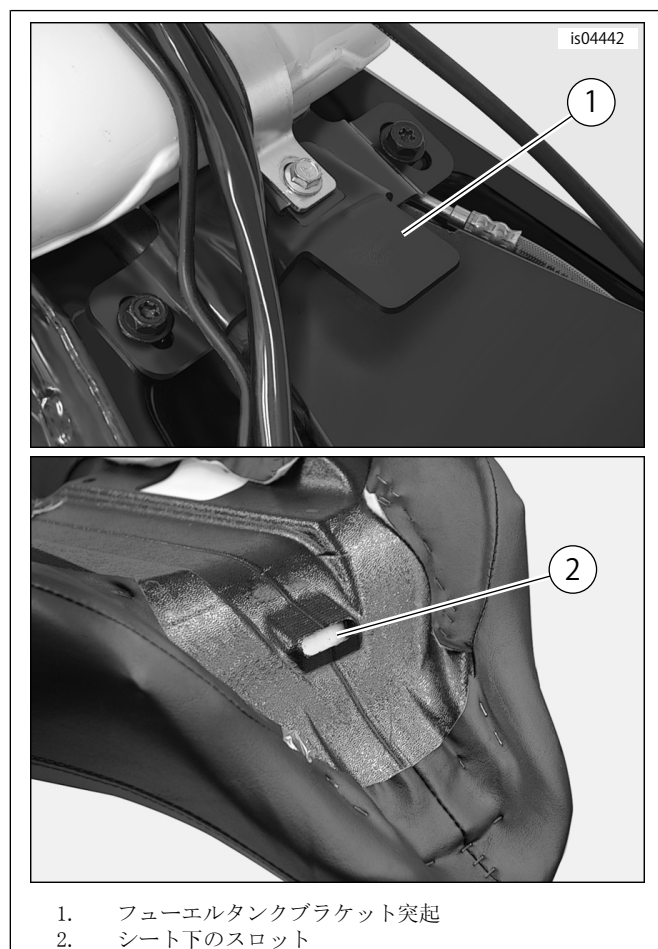

図5。シートフロントの取付
9. 「図5」を参照。すでに取り付けられている場合、シートの前側の下部分にあるスロット(2)がフェューエルタンクリアブラケットのシート取り付け突起(1)の後方に来るまで、前部よりグラブストラップからシートの後部をスライドさせます。